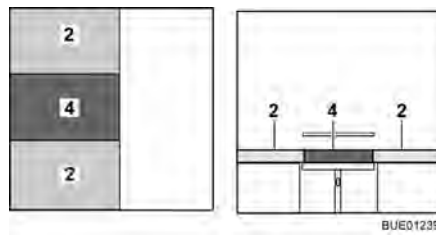

Bild 87 Efter ombyggnaden
- Lägg extradynan (Bild 87,4) mellan sittdynorna (Bild 87,2).